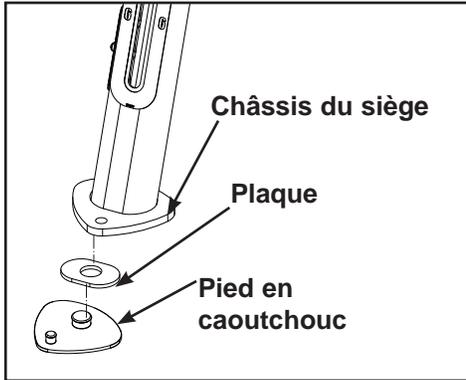

Figure 1
- C. Avant d'installer le pied en caoutchouc sur le châssis du pied (situé sous le siège), fixez la plaque (fournie avec l'appareil) au pied en caoutchouc. Voir figure 1.
- D. Fixez le pied en caoutchouc et la plaque au châssis, tel qu'illustré à la figure 1.